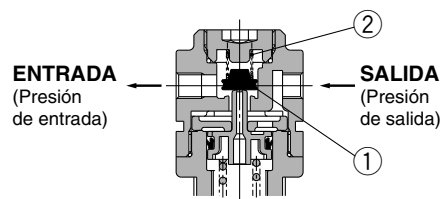

Figura 2
Cuando la presión de entrada supera la presión de regulación, la válvula antirretorno funciona como un regulador normal (figura 1). Cuando la presión de entrada (P1) se cierra y se descarga, toda presión aplicada a la válvula ① se perderá. La fuerza de la válvula de asiento ① se debe sólo al muelle de la válvula ②. Cuando la válvula ① se abre mediante la fuerza de salida, la presión de salida se evacua en el lado de entrada. (figura 2)